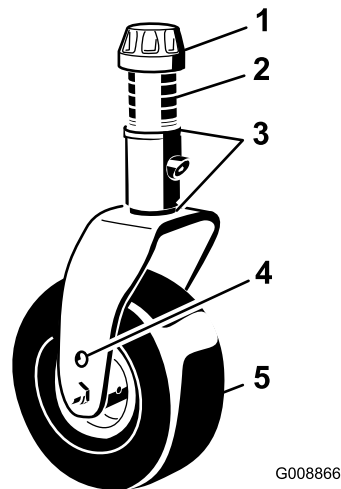

図 30
3. 刈高がステッカー 図 30 と合わない場合には、シム 3 mm を前キャストフォークに取り付けて調整する 刈り高の調整 \(ページ 26\)を参照。